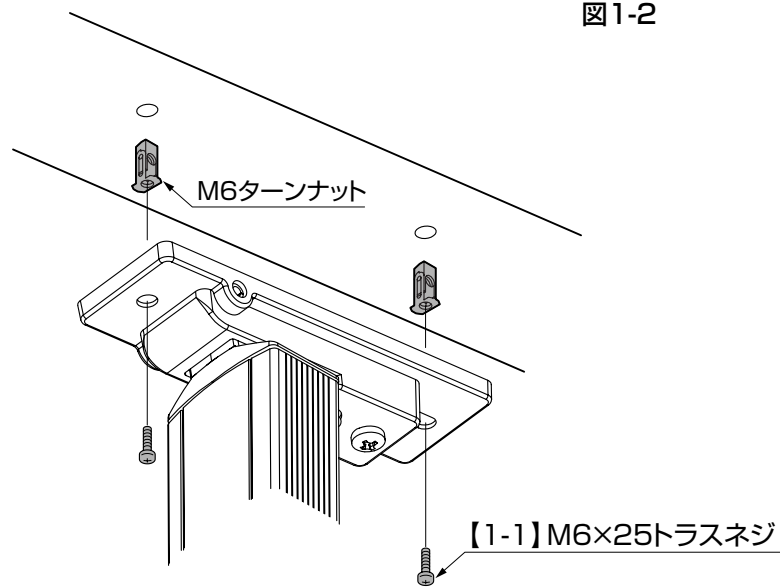
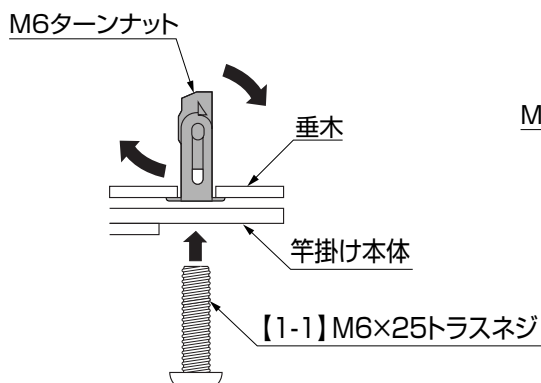
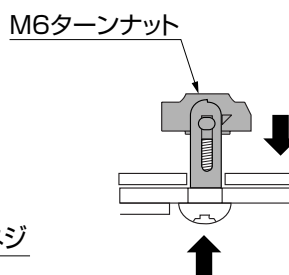

図1-3
図1-4
図1-5
- ② 垂木にあけたφ10の孔にM6ターンナットを差込んでください。(図1-3参照)
- ③ M6ターンナットに竿掛け本体を【1-1】で確実に取付けください。(図1-3, 図1-4, 図1-5, 図1-6参照)